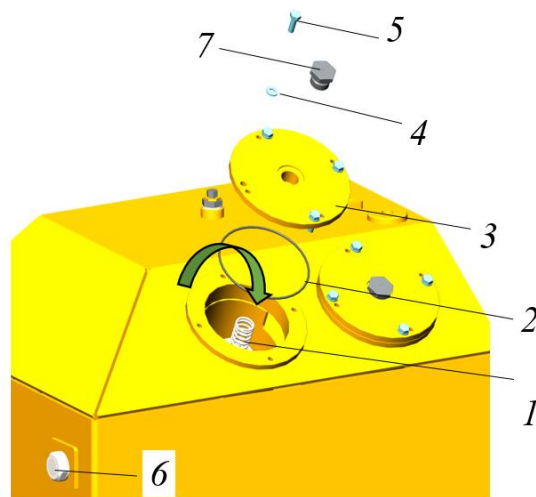

Рисунок 5.104. Процедура заправки бака гидравлическим маслом
- ▶ Ключом  на 17 выкрутить болты 5, снять шайбы 4, извлечь крышку 3 по направлению вверх, см. рис. 5.104.